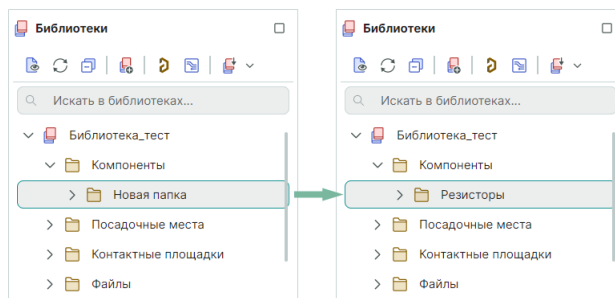

Рис. 7 Задание имени для вложенной папки
3. По умолчанию вновь созданная папка получит название «Новая папка», которое можно сразу изменить, см. Рис. 7